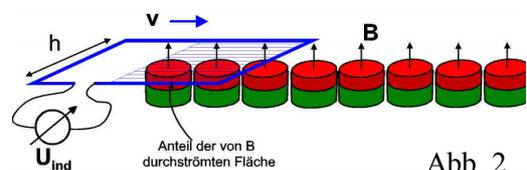

Abb. 2
In diesem Praktikum wird die Induktionsspannung durch Variation der vom B-Feld durchströmten Fläche erzeugt, d.h. $d\vec{A}/dt \neq 0$. Dazu wird eine Spule mit N Windungen mit der Geschwindigkeit v in ein, näherungsweise homogenes Magnetfeld hineinbewegt (Abb. 2). Die durchströmte Fläche mit der Breite h wächst linear mit der Zeit t :
Wenn wir eine Leiterschleife in das kreisförmige E-Feld bringen, können wir U_{ind} messen. Die Coulombkraft $\vec{F} = q\vec{E}$ trennt die Ladungen in der Leiterschleife, so dass sich an den offenen Enden eine Spannung aufbaut. Aus Abb. 2 wird auch klar, wieso die induzierte Spannung maximal wird, wenn die B-Feldlinien senkrecht durch die Leiterschleife laufen: nur dann sind die Coulombkräfte des Ringfeldes tangential zur Leiterschleife und können die Ladungen effektiv trennen.
3.2 Untersuchen Sie nun quantitativ die Abhängigkeit der induzierten Spannung U_{ind} von der zeitlichen Änderung des Flusses durch die Spule. Dazu wird der „Spulenschlitten“ über das Magnetfeld geschoben und $U_{ind}(t)$ mit dem PC aufgezeichnet (Abb. 2, 3).